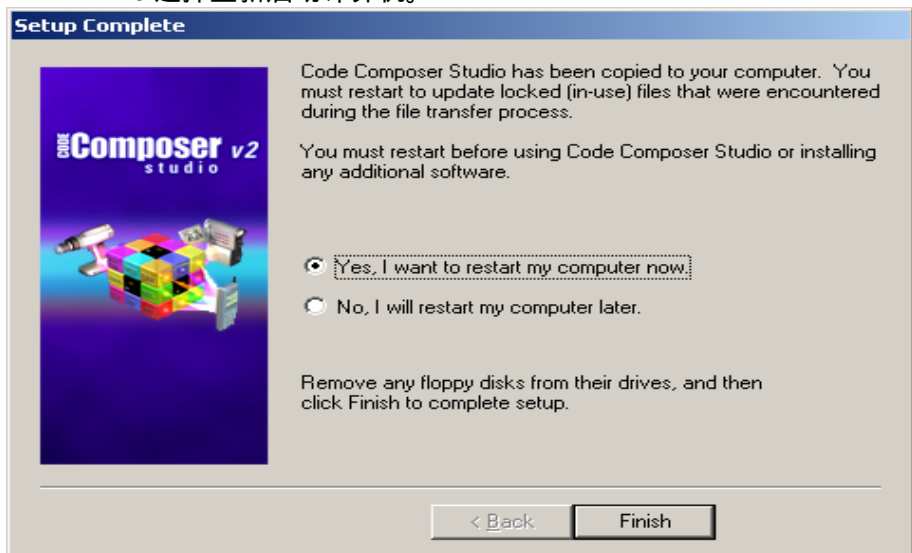

图 4.5 CCS5000 软件安装示意图 4
- F. 然后继续点击 next 后，将自动进行安装。等到安装结束后，按照图 4.5 选择重新启动计算机。